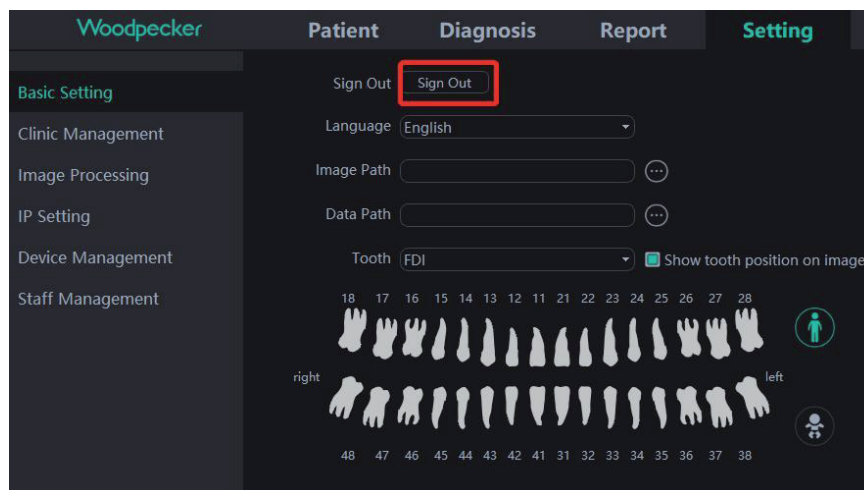

Figure 50
- (1) En cas d'image peu claire, veuillez d'abord régler le temps d'exposition. Si le réglage répété du temps d'exposition n'est pas valide, vous pouvez aller dans le logiciel "Setting" -> "Device Management" pour régler les paramètres du capteur.
(2) Pendant l'utilisation du logiciel, lorsque le serveur est indisponible pour certaines raisons, le logiciel entre dans l'interface de déconnexion du serveur, comme indiqué sur la Figure 50. À ce moment-là, l'utilisateur peut vérifier si le réseau est normal ou redémarrer le serveur.